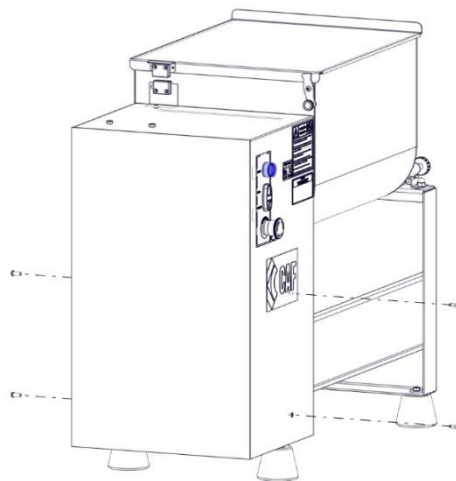

FIG. 9
- a) Retire os parafusos da caixa de engrenagem (FIG. 9) e puxe-a para ter acesso ao conjunto de comandos elétricos da máquina.